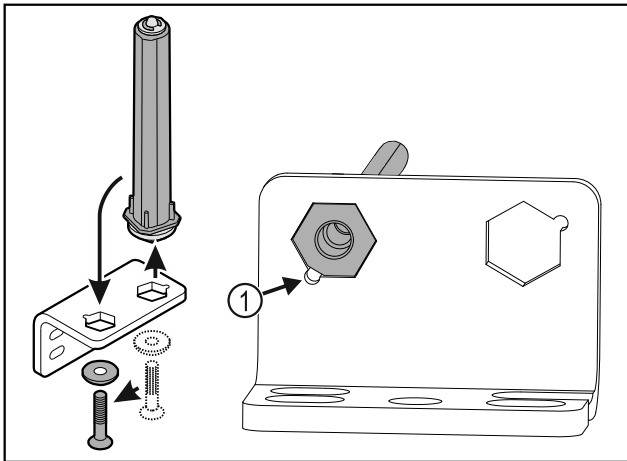

Fig. 29
- ▶ Проследите за тем, чтобы при установке скос пальца Fig. 29 (1) указывал в направлении круглого отверстия.